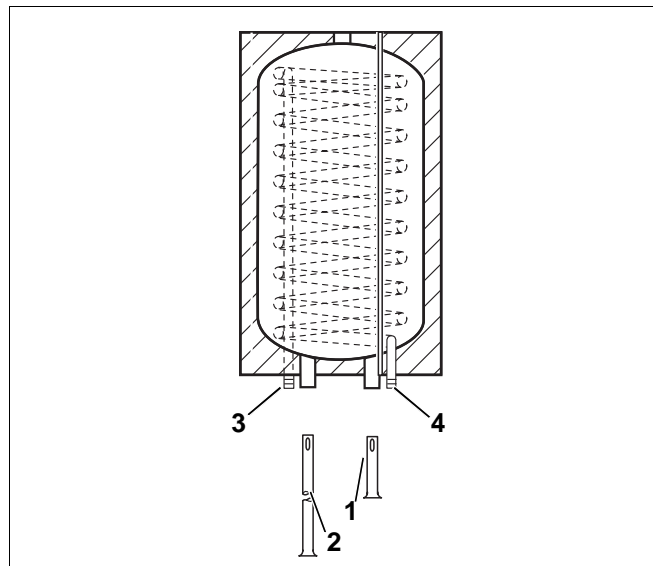

Abb. 8 Anschluss unten (Montage des Speichers seitlich)
- Langes Tauchrohr von unten in AB eindrücken (Abb. 8, Pos. 2).
- Kurzes Tauchrohr von unten in EK eindrücken (Abb. 8, Pos. 1).
Legende für Abb. 8: Anschluss von unten